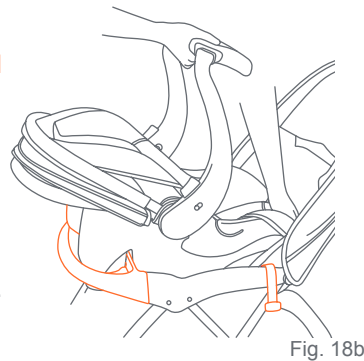

Fig. 18b
• Placez le siège d'auto orienté vers l'arrière de la poussette et la coquille du siège est bien monté et verrouillé sûr la plateau (Fig. 18b).